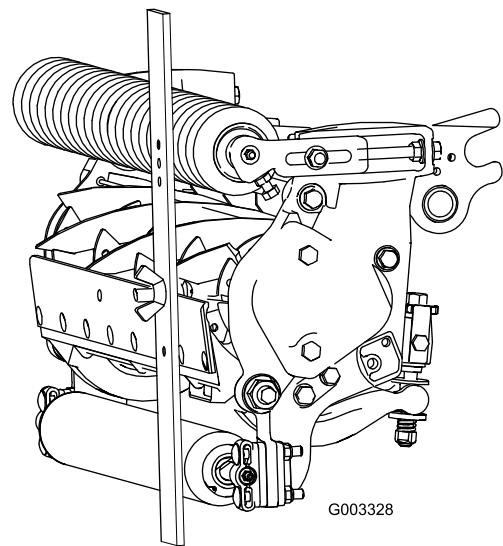

Figura 18
- 3. Agganciate la testa della vite sul tagliente della controlama e poggiate l'estremità posteriore della barra sul rullo posteriore (Figura 18).
- 4. Ruotate la vite di regolazione finché il rullo anteriore non toccherà la barra di riferimento (Figura 18). Regolate entrambe le estremità del rullo finché l'intero rullo non sarà parallelo alla controlama.